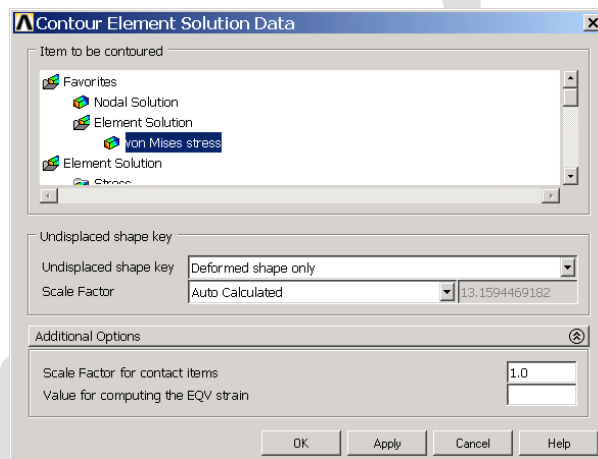

图6.17 选择单元结果
(1) 单击 Main Menu>General Postproc>Plot Results>Contour Plot>Element Solu 菜单，弹出 **【Contour Element Solution Data】** 对话框，如图 6.17 所示。